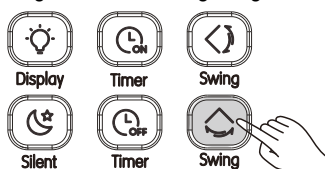

Abb. 3.12
- ① Wenn das Gerät eingeschaltet ist. Drücken Sie  (siehe Abb. 3.12).